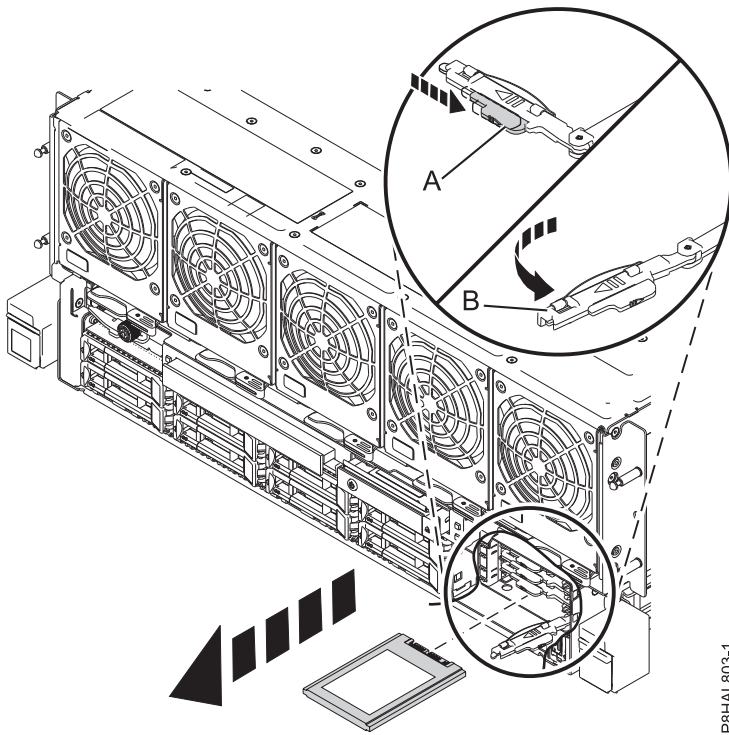

Figura 18. Extracción de una SSD de un sistema 8408-44E o 8408-E8E
- Desbloquee el asa de la unidad (B) presionando el pestillo del asa (A) en la dirección mostrada y tirando del asa de la unidad (B) hacia usted, como se muestra en la Figura 18. Si el asa no está extendida del todo, la unidad de estado sólido no se puede deslizar hacia fuera del sistema.